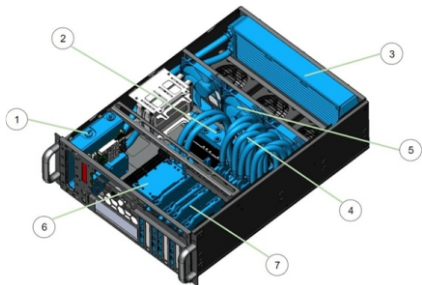

Рисунок 9 – Система охлаждения изделия
1.5.3.1 Система охлаждения состоит из следующих элементов (рисунок 9):
- резервуар системы охлаждения с циркуляционными насосами (1), через который также осуществляется заправка и слив ОЖ;
- коллектор (2), который распределяет охлажденную ОЖ, выходящую из резервуара по теплообменникам встраиваемых PCI-E устройств и собирает нагретую ОЖ для ее последующего централизованного подвода в радиаторы охлаждения;
- радиаторы системы охлаждения (3), в которых тепло от ОЖ передается воздуху, нагнетаемого вентиляторами;
- трубки из силикона и/или EPDM (этилен-пропилен каучук) (4), которые служат для обеспечения циркуляции ОЖ между элементами системы;
- вентиляторы (5), предназначенные для подачи воздуха на элементы системы с пассивным охлаждением и обеспечения циркуляции воздуха через радиаторы системы охлаждения;
- теплообменники центрального (6) и графического процессоров (7), которые отводят тепло от наиболее нагретых элементов, установленных на платах устройств и передают его в ОЖ.